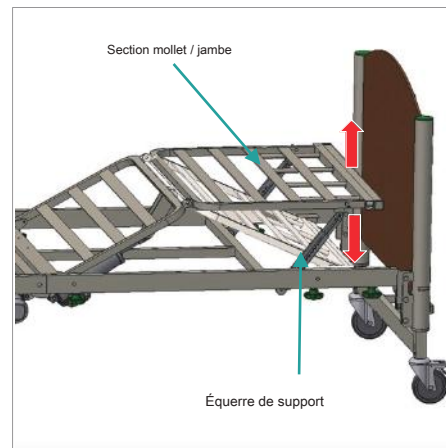

Figure 14: Abaissement de la section manuelle des mollets
- Pour abaisser la section mollet / jambes (à partir d'une hauteur surélevée), soulevez complètement la section mollet / jambes manuellement, puis abaissez-la doucement **Figure 14**). Appuyez ensuite sur le bouton de réglage de la genouillère vers le bas du combiné et maintenez-le enfoncé.